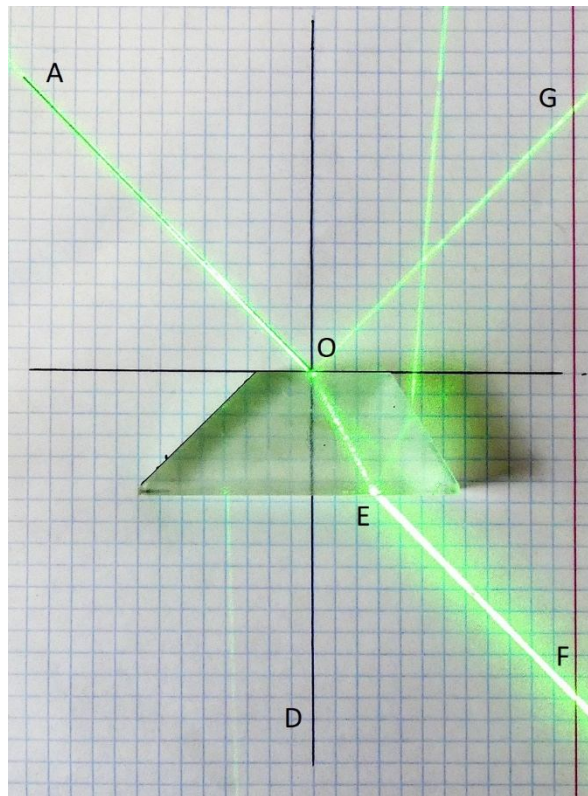

Рис. 5
3. Розташуємо лазер і пластинку на аркуші так, як показано на рисунку 4. З допомогою циліндричної лінзи промінь лазера розтягнутий по вертикалі, що дає змогу одержати хід променя лазера на листку паперу. Повертаючи аркуш з пластинкою, направляємо промінь лазера вздовж лінії, що зображує падаючий промінь (рисунок 5).